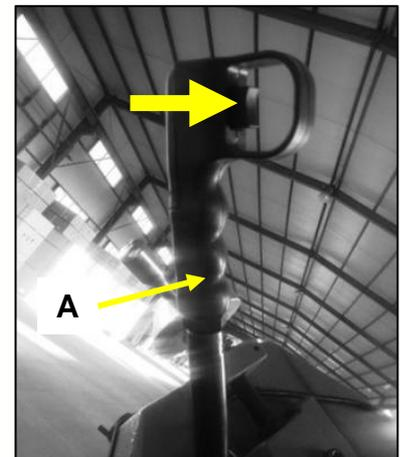

Fig 54
- Prenez en main la poignée de commande (A) et pressez sur la gâchette de démarrage (Fig 54): elle commande le défilement de la lame et actionne l'électro pompe.